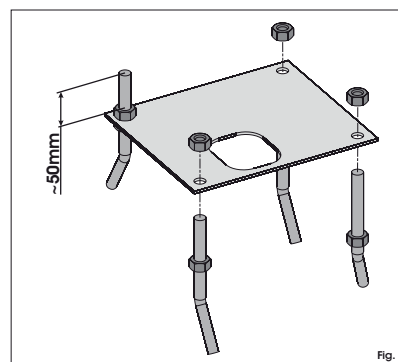

Fig. 3
- Ensamble la placa de cimentación tal y como se indica en la Fig. 3.